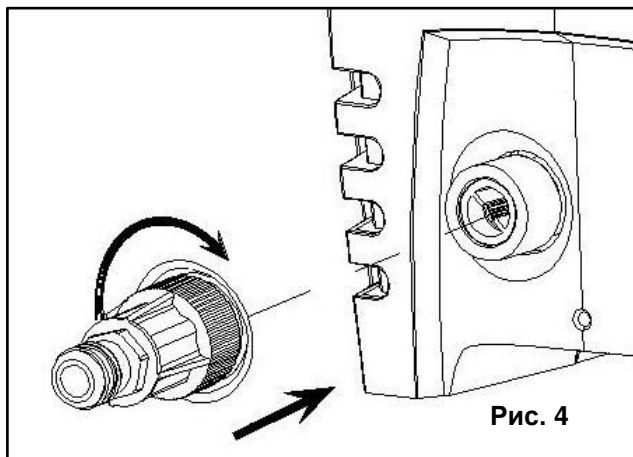

Рис. 4
- Установите соединительный фитинг (муфту), вместе с сетчатым фильтром предварительной очистки в входной канал подачи воды. (См. Рис.4)